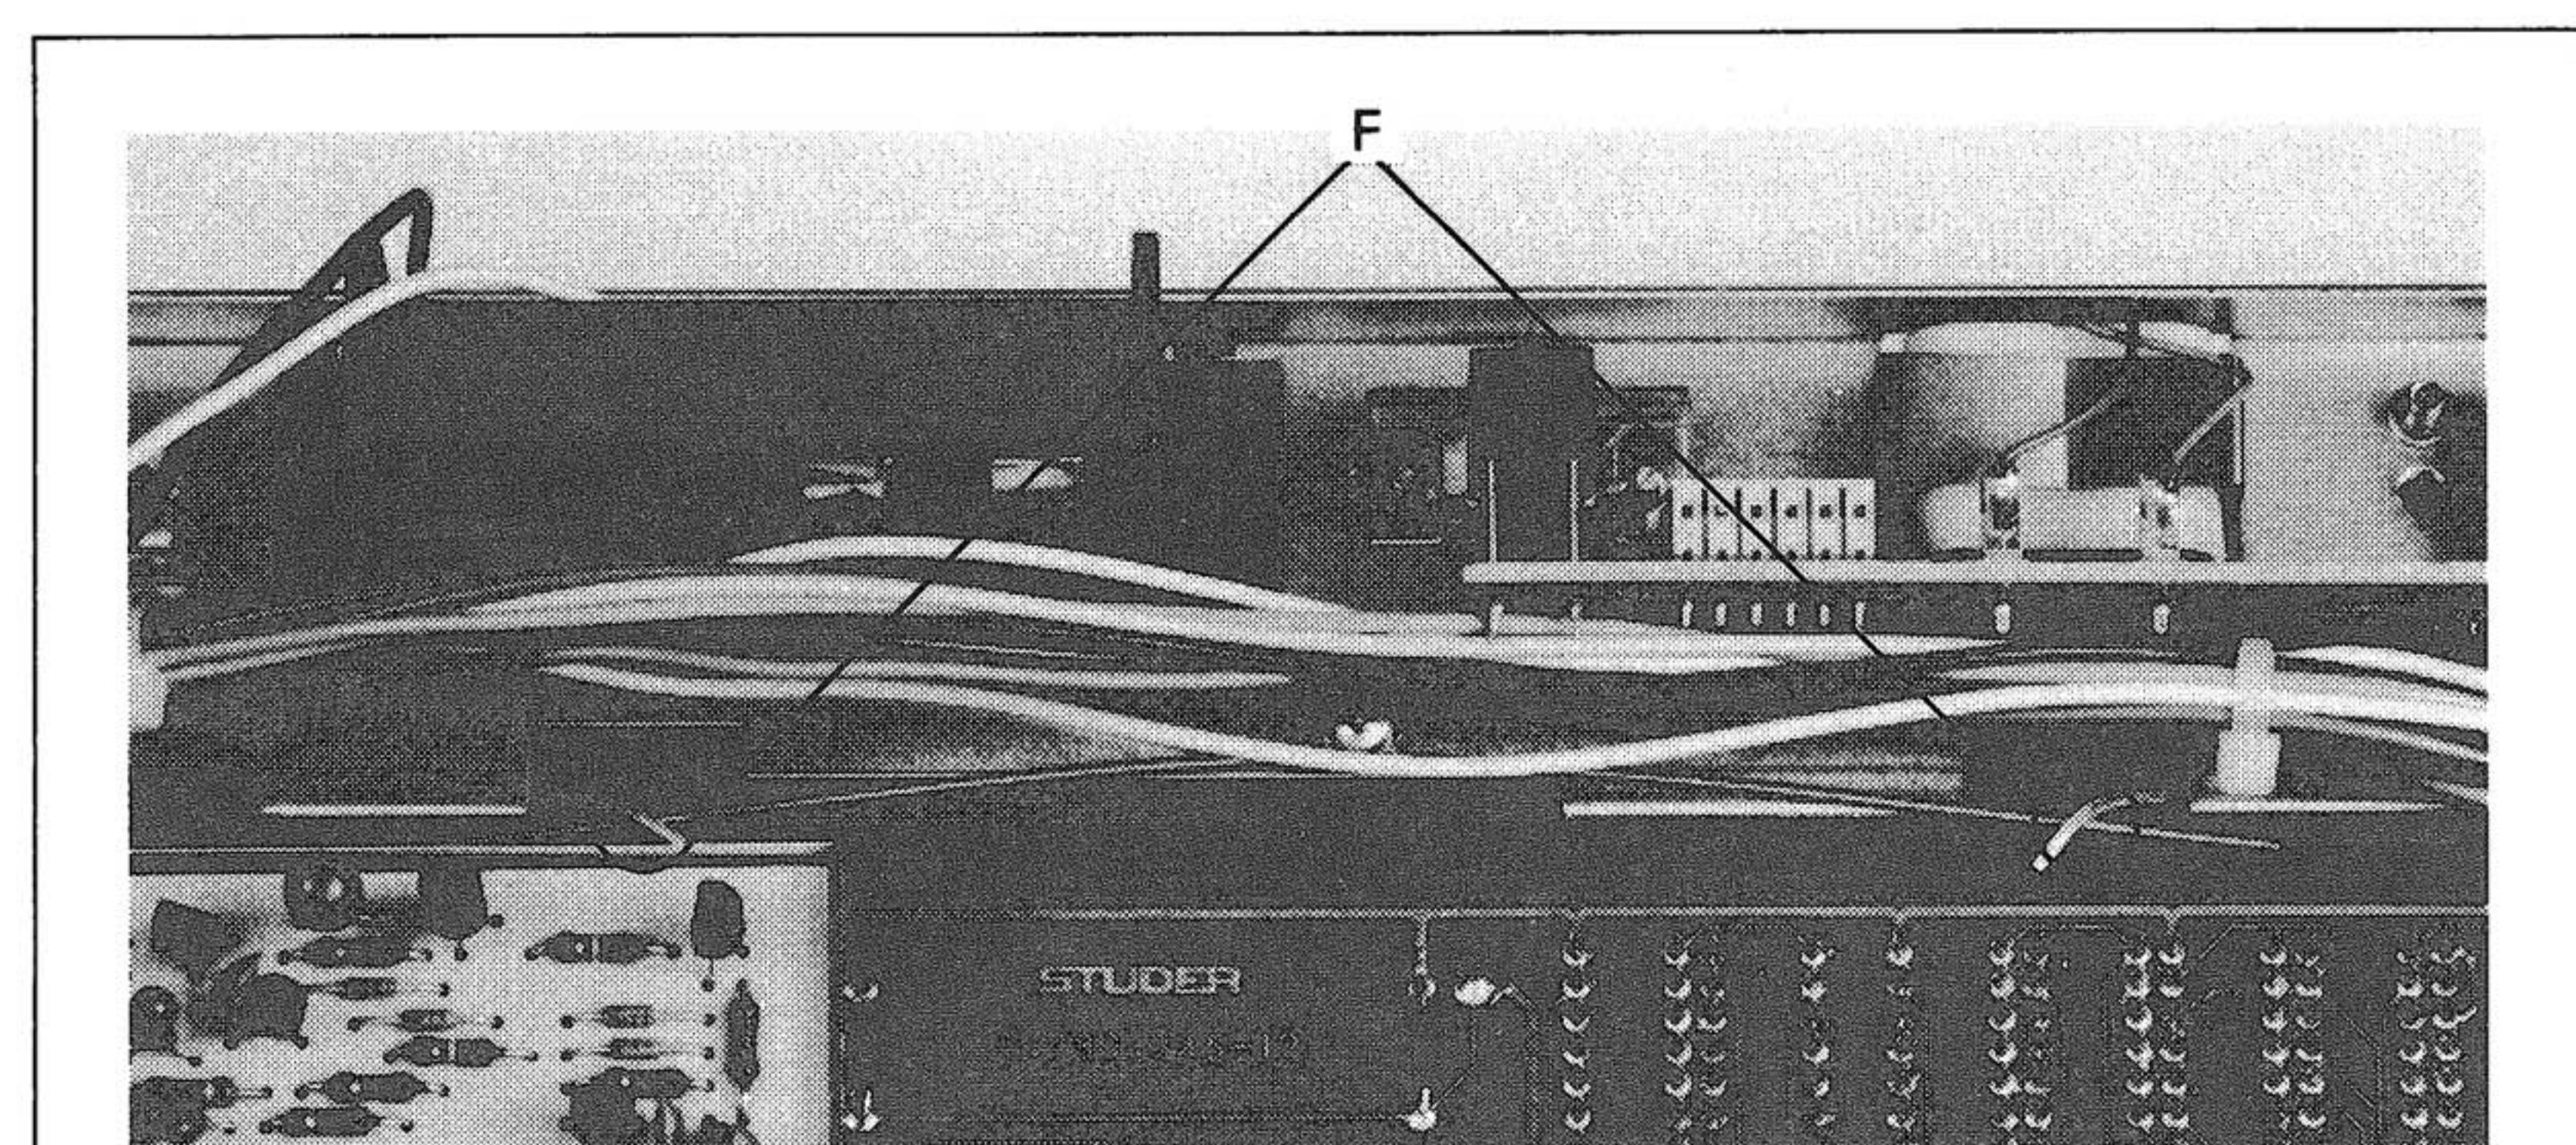

Fig. 2.8
- Die beiden Befestigungsklammen **F** (Fig. 2.8) des Display-Prints lösen, dadurch kann der Print sachte nach oben aus dem Chassis gezogen werden.
- Unfasten both mounting clips **F** (Fig. 2.8) of the display circuit board. The circuit board can now be carefully pulled out of the chassis towards the top.